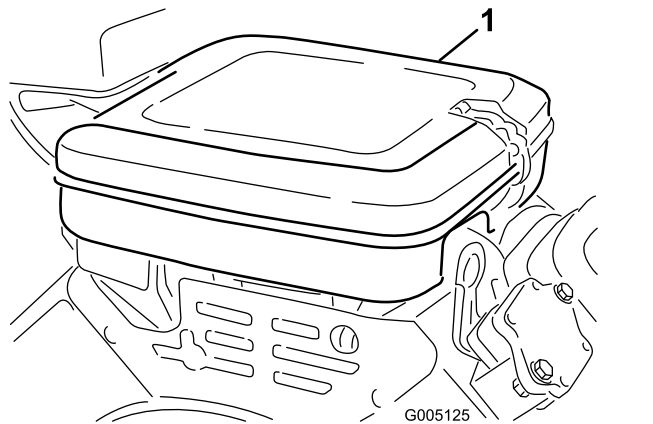

Bild 38
1. Reinigen Sie die Luftfilterabdeckung (**Bild 38**).